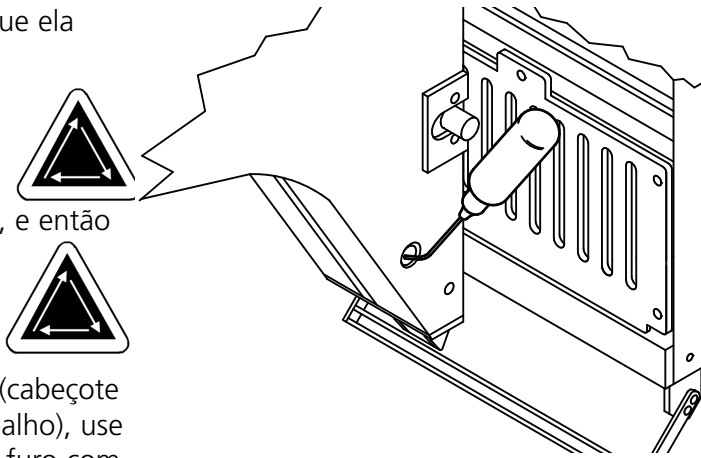

Figura 5-6
3. Na extremidade esquerda da máquina (cabeçote nº 12, o mais longe da estação de trabalho), use uma pequena lanterna para olhar pelo furo com bucha vermelha. Confirme que o furo de lubrificação inferior está corretamente alinhado (veja a Figura 5-6).